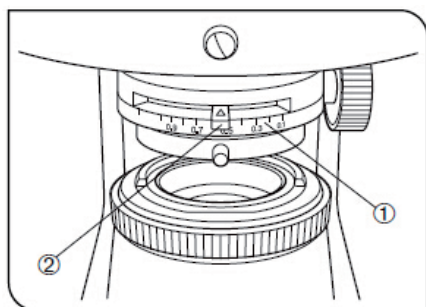

图 19
1. 将 10×物镜转入光路，对焦标本，逆时针旋转视场光阑转盘①稍稍减小光阑孔径。
2. 旋转聚光镜高度调节环②，使视场光阑图像聚焦在标本表面。
3. 交替着旋转两个聚光镜对中旋钮③，使视场光阑图像与视场同心。
**2 使用孔径光阑** (图 19)